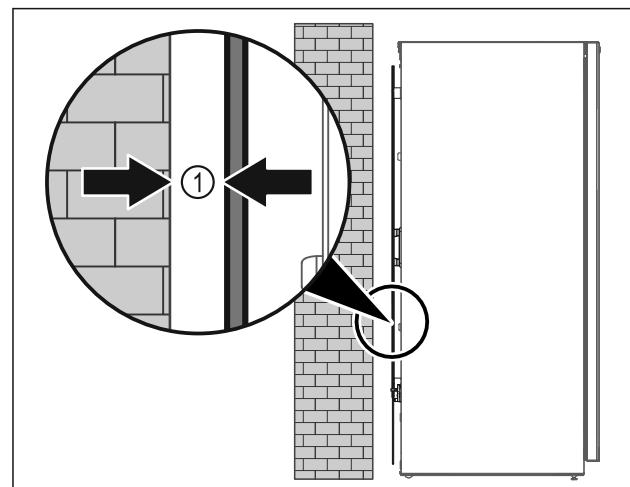

Fig. 10
- Gerät entweder frei im Raum oder direkt an einer Wand mit einem Mindestabstand von 5 mm Fig. 10 (1) aufstellen.